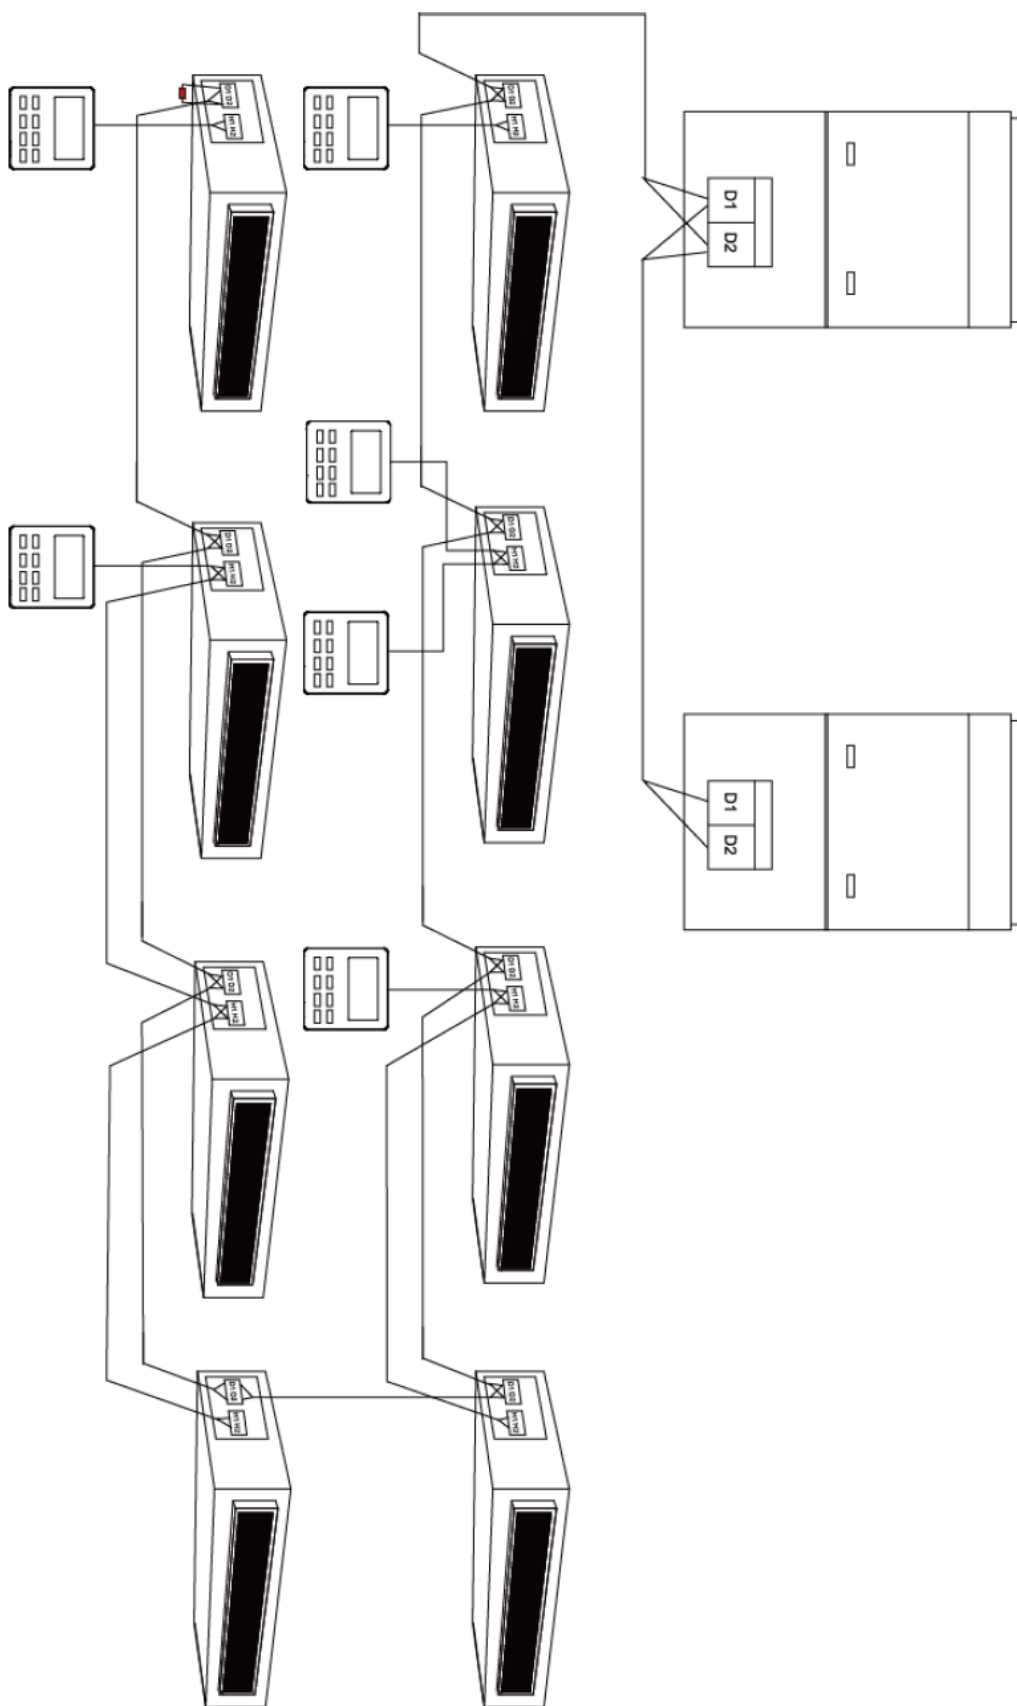

Рис. 5.5.
- (1) Сигнальный кабель между внутренним блоком и наружным блоком (или внутренним блоком) подключается к клеммам D1, D2.
- (2) Проводной пульт подключается к клеммам Н1, Н2.
- (3) К одному внутреннему блоку может быть подключено два проводных пульта. В это случае один из них должен быть настроен как главный, а второй – как вспомогательный.
- (4) Один проводной пульт может одновременно управлять работой 16 внутренних блоков (как показано на рис. 5.5.).